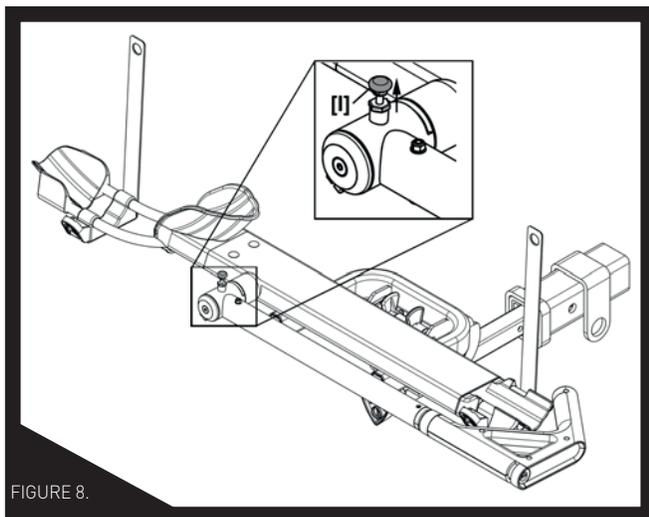
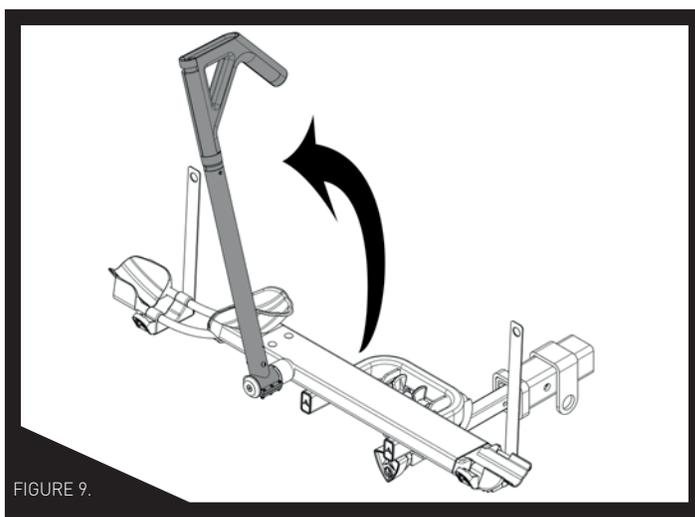

FIGURE 8.
FIGURE 9.
ÉTAPE 6 : Soulevez le bras de longeron du vélo, soulevez la goupille de traction [I] comme illustré à la Fig. 8, tout en faisant tourner le bras du longeron jusqu'à sa position avant complète, Fig 9.